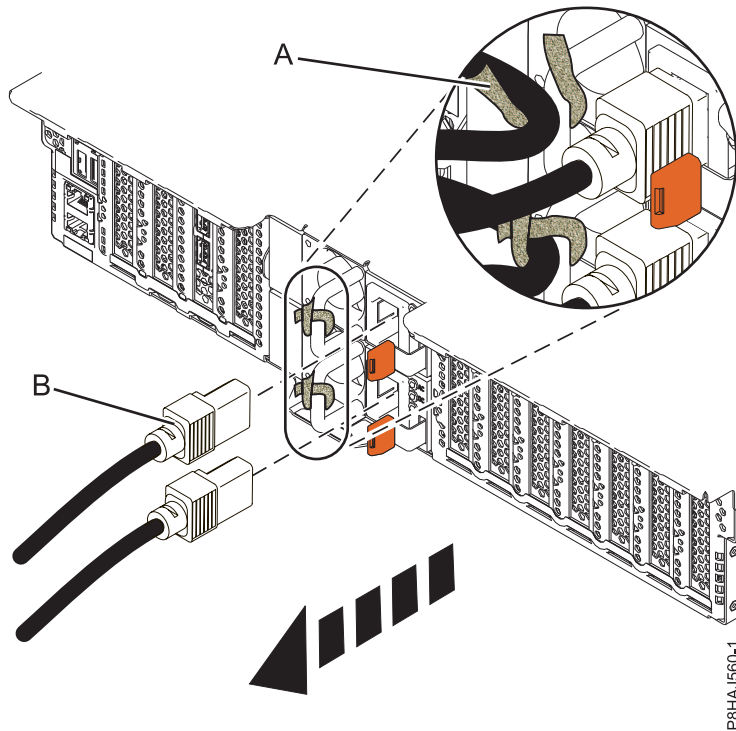
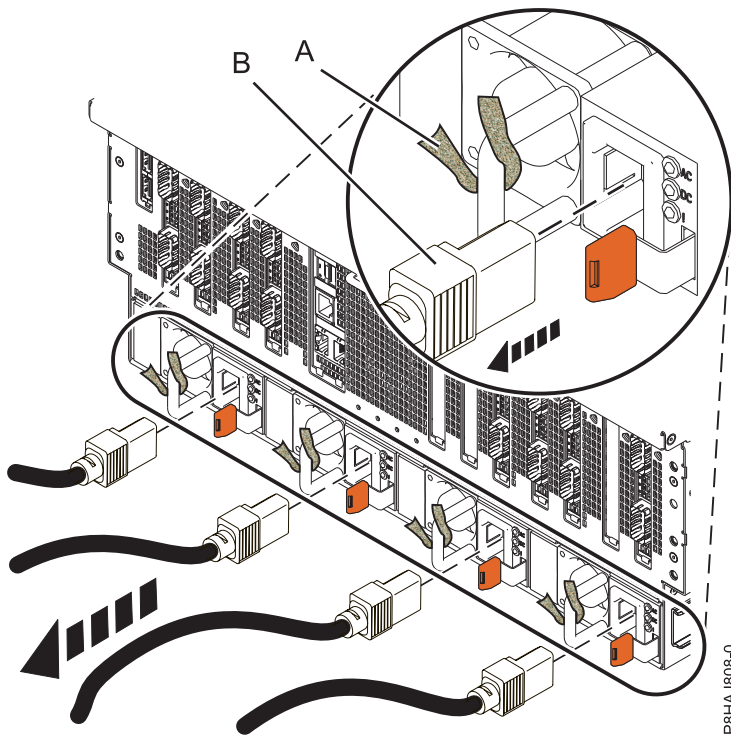

Abbildung 42. Netzkabel bei einem System vom Typ 5148-21L, 5148-22L, 8247-21L, 8247-22L, 8284-21A oder 8284-22A abziehen
Abbildung 43. Netzkabel bei einem System vom Typ 8408-44E oder 8408-E8E abziehen
3. Ziehen Sie die Netzkabel (**B**) von der Systemeinheit ab. Siehe Abbildung Abb. 41 auf Seite 57, Abb. 42 auf Seite 57 oder Abb. 43 auf Seite 58 (abhängig vom Systemtyp).